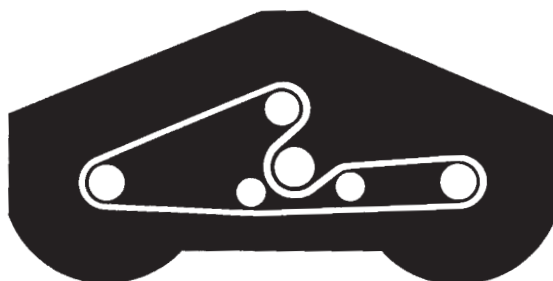

Figura 23
5. Pase la correa nueva alrededor de las poleas de los ejes y del conjunto de la polea tensora, según muestra la Figura 23.